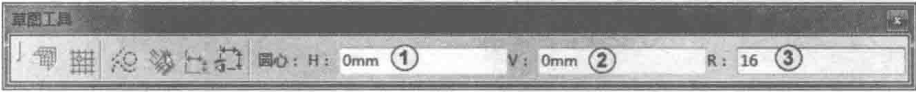

图 1-11 “草图工具”工具栏
在“圆心：H：”文本框中输入 0，如图 1-11 中①所示，按〈Enter〉键。在“V：”文本框中输入 0，如图 1-11 中②所示，按〈Enter〉键。在“R：”文本框中输入 16，如图 1-11 中③所示，按〈Enter〉键。CATIA 默认的数据单位是 mm。